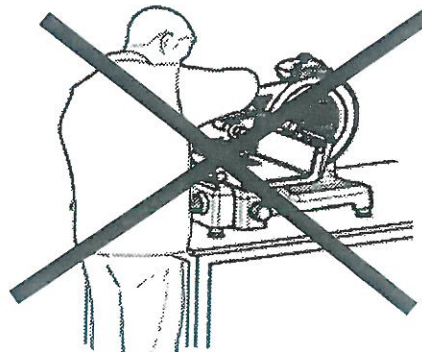

Abb. 43
mit dem Schneideblatt in Berührung kommen könnten (*Beispiel Abb. 43*);
**ACHTUNG**: nicht Stellungen einnehmen, wobei Körperteile mit dem Schneideblatt in Berührung kommen könnten (*Beispiel Abb. 43*);